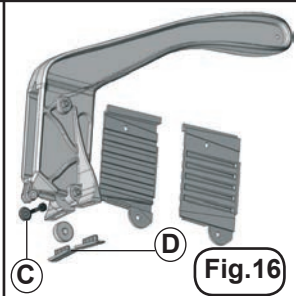
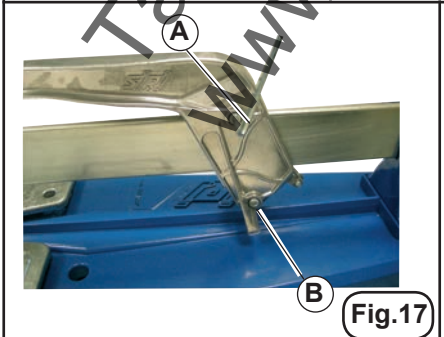
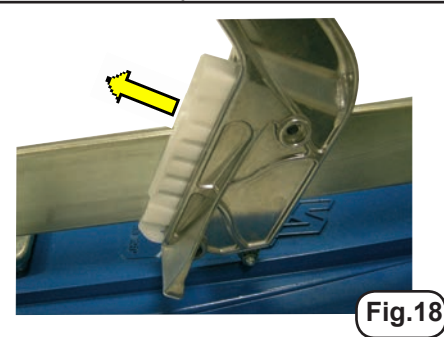

Fig. 16
Fig. 17
Fig. 18
MANUTENZIONE (Fig.16) (Fig.17) (Fig.18)
Per sostituire la rotella agire sulla vite (C) di Fig.16.
Per sostituire gli antigraffio (D) di Fig.16 smontare quelli usurati e montare ad incastro sul manico i nuovi.
Mantenere la guida pulita ed oliarla periodicamente tramite l'apposito spray. Per sostituire i 2 scorrimenti svitare le viti (A) e (B) di Fig.17 e sfilarli come in Fig.18 (gli scorrimenti devono essere sostituiti solo quando la loro usura è tale da non permettere di stringerli tramite le viti (A) e (B) di Fig.17 per ridurre il gioco con l'asse).
MAINTENANCE (Fig.16) (Fig.17) (Fig.18)
Keep the guide clean and oil it regularly with the appropriate spray. To replace the two sliding items, loosen the screws (A) and (B) of Fig.17 and remove them as in Fig.18 (the sliding items must be replaced when they are so worn that the screws can no longer tighten them (A) and (B) of Fig.17 to reduce play with the axis).